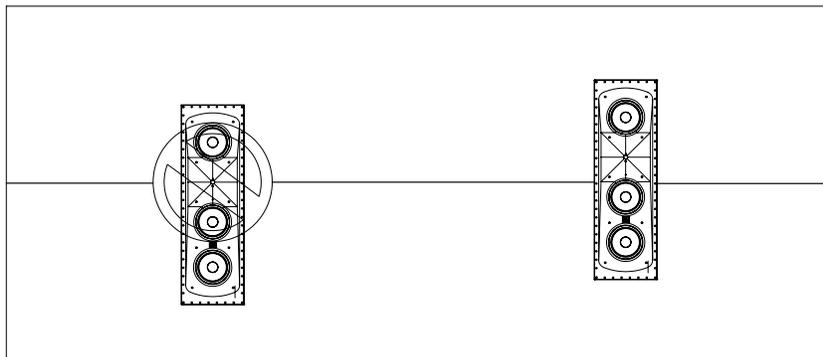

図4
**注:**透過型プロジェクション・スクリーンには、真ん中にスクリーン・フレームを横切る当て木のバーまたはクロスバーが存在する場合があります(図4)。その場合は、バーがホーンの邪魔になっていないことをご確認ください。バーがスピーカーの前の、セントラル・ウーファーに最も近いほうのホーンの端を横切るようにスピーカーを縦向きに設置します。